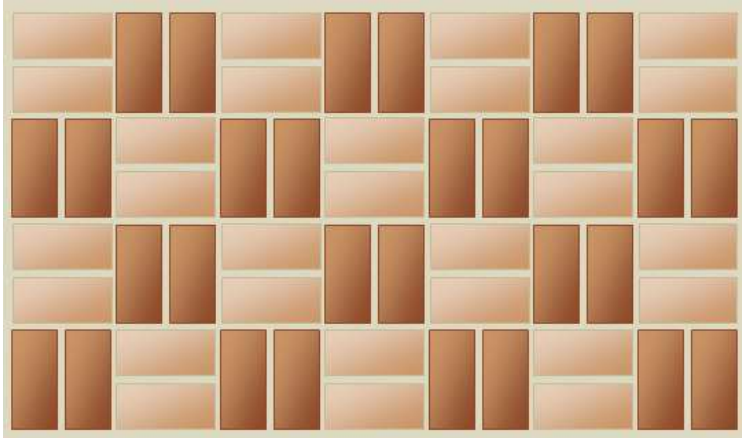

Figura 01 - Paginação: *basket weave*
- disposição dos blocos de concreto conforme a paginação do projeto modelo “*basket weave*” – Figura 01 abaixo e colocação de uma camada de areia fina por cima (que será responsável pelo rejunte) e nova compactação, cuidando para que os vãos entre as peças sejam preenchidas pela areia;